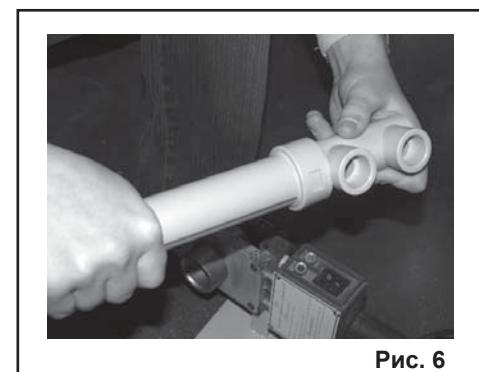

Рис. 6
**Внимание:** Для выполнения ответственных работ и получения надёжного и качественного соединения необходимо контролировать температуру нагретых насадок контактным термометром или специальным индикатором – не комплектуется. Корректировку температуры производите регулятором температуры нагрева (3).
10.6. По истечению времени нагрева извлеките фитинг и трубу из насадок и, как показано на Рис.5-6, без осевого поворота введите трубу в муфту фитинга. Для выполнения качественного сваривания монтаж и корректировка, Рис.6, не должны превышать времени соединения, см. табл.2.